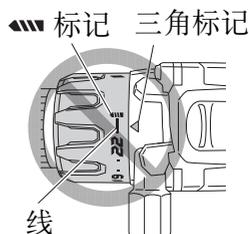

图 14
- (1) 当把本机作为起子机使用时, 请将离合器转盘上的“1、4、7……22”中的某个数字或点与机身外侧上的三角标记对齐。
- (2) 当把本机作为钻机来使用时, 请将离合器转盘的钻机标记“”与机身外侧上的三角标记对齐。
- 当离合器转盘位于“22”和钻机标记“”之间时, 请勿使用本机, 否则会造成损坏。(请参照图14)